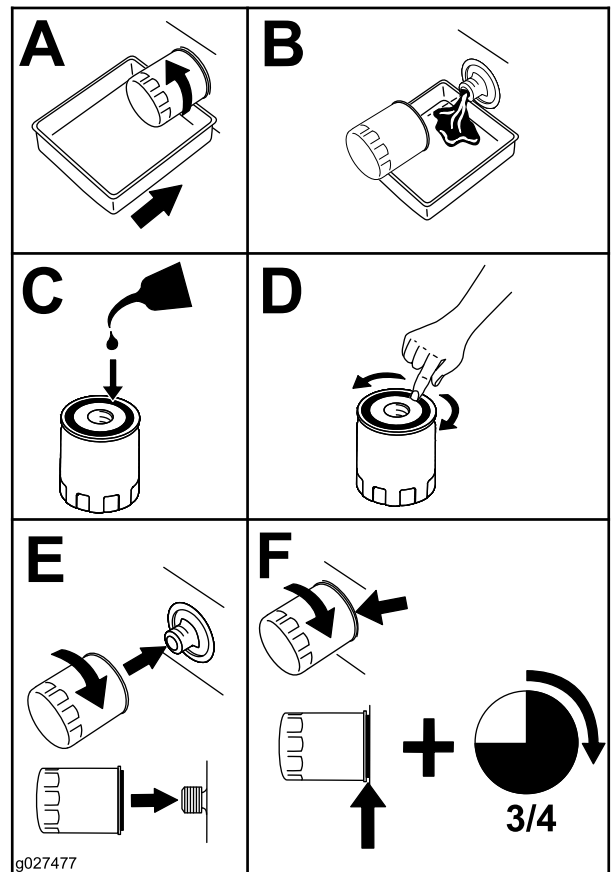

Bild 43
5. Wechseln Sie den Motorölfiter (Bild 43).